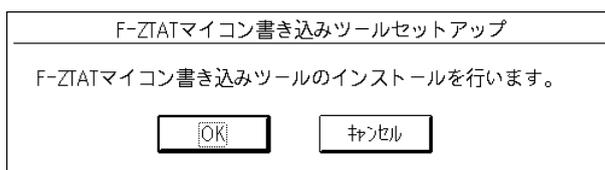

図 2.1 インストール開始メッセージ
- (1) オンボード書き込みツールのフロッピーディスクを、ご使用になる端末のフロッピーディスクドライブに差し込みます。
- (2) フロッピーディスク内の SETUP.EXE を起動します。
- (3) 図 2.1 のメッセージを表示します。[OK] ボタンを選択するとインストールを開始し、[キャンセル] ボタンを選択するとインストールを中断します。